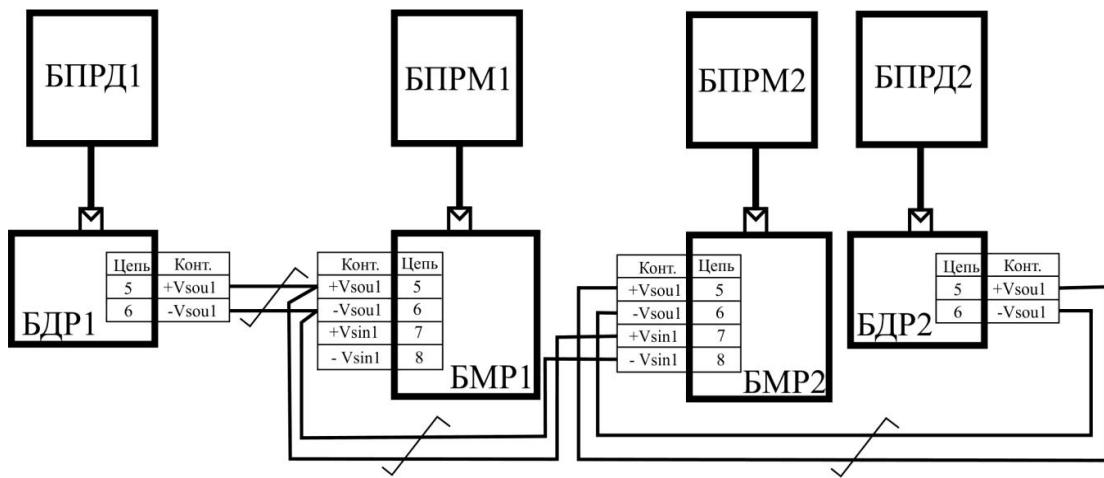
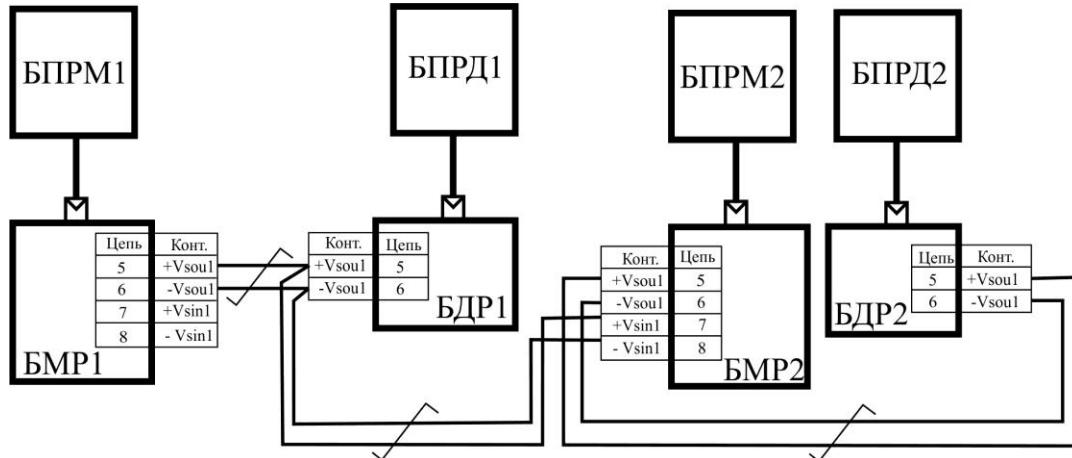

Рис.6.12
Рис.6.13
6.3.5.5 Для проводной синхронизации, при засветке посторонними радиопередающими устройствами (о чем свидетельствует частые «ложные» тревоги), необходимо включить взаимную синхронизацию. При этом активный выход +/-Vsou (БМР1 или БДР1, см. рис. 6.12) ведущего извещателя подключается к входу +/-VsIn ведомого извещателя (БМР2), в зависимости от расположения БМР2 (вблизи смежного БПРМ1 или в исключительных случаях, БПРД1 рис. 6.13). Подключение должно проводиться витой парой проводов, пригодных для эксплуатации в данном регионе.